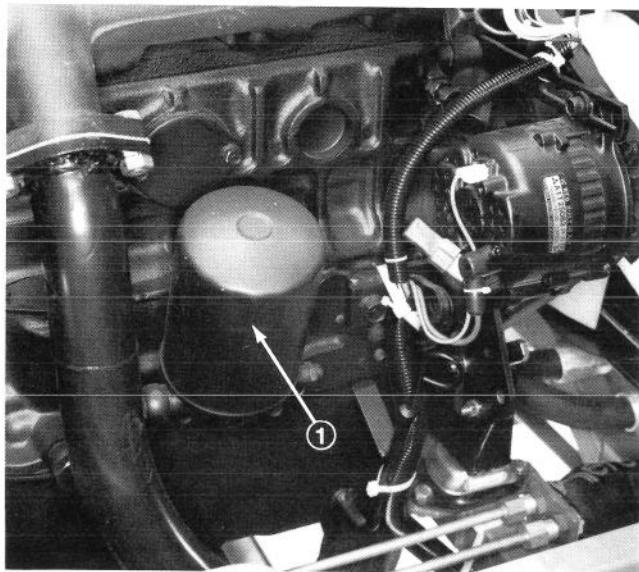

Fig. 35
2. Rimuovere il filtro dell'olio (Fig. 35). Spalmare un leggero strato di olio pulito sulla guarnizione di tenuta del nuovo filtro prima di avvitarlo. NON STRINGERE TROPPO.